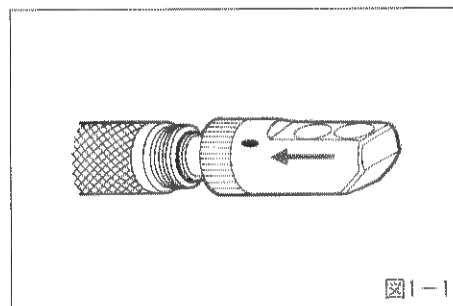

図1-1
- ④ スコープには、光学アダプターを必ず装着してご使用ください。(図1-1)